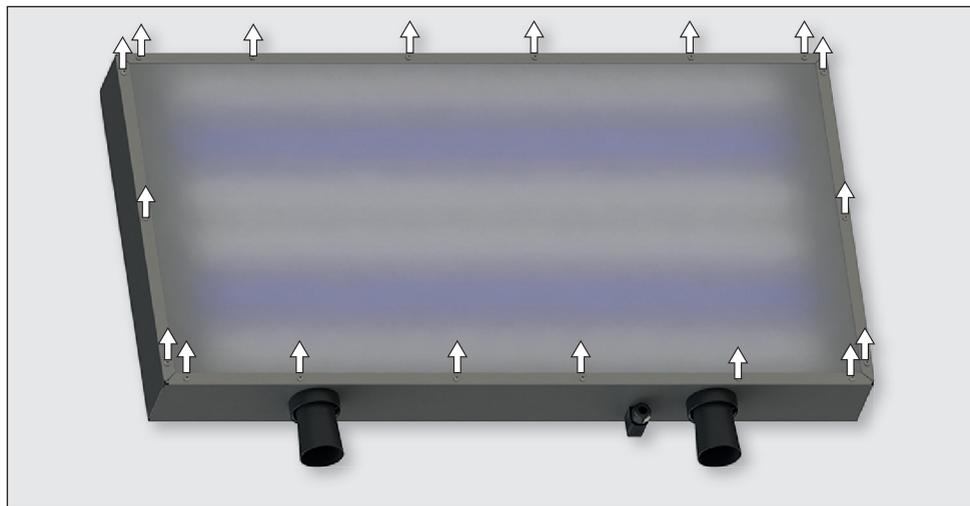

Fig. 34 Coloque la caja de iluminación boca arriba y desatornille los tornillos
4. Gire la caja y colóquela con cuidado sobre una superficie blanda con los tubos hacia arriba (Fig. 34).